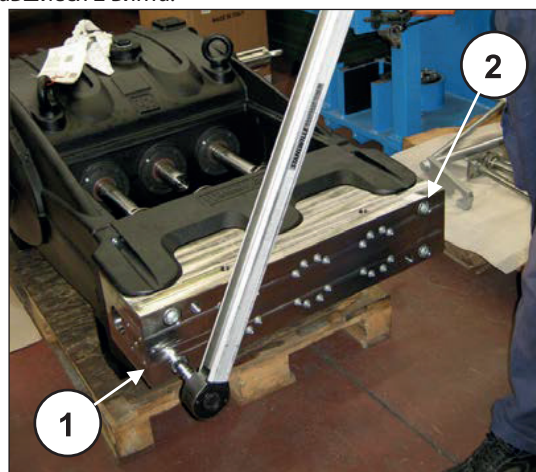
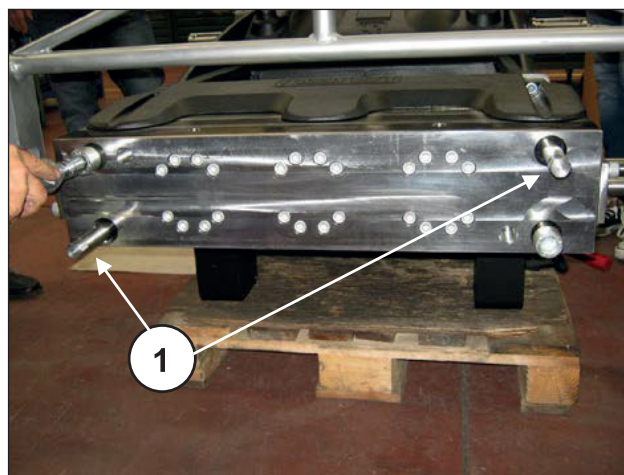

Рис. 167
Рис. 168
Открутите два диаметрально противоположных крепежных винта M24 торца (поз. ① и ②, Рис. 167), установив вместо них два служебных винтовых штифта (код 27807000) (поз. ①, Рис. 168), а затем снимите оставшиеся 2 винта.